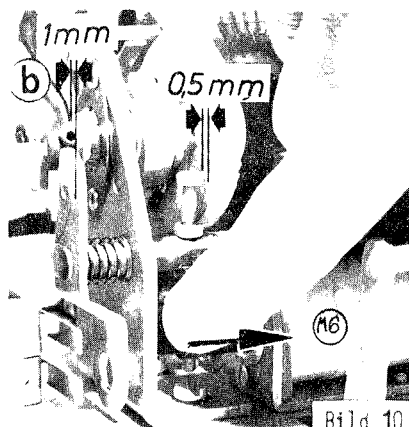

Bild 10
Der Ankerweg des A-Seiten-Magneten M6 (Bild 10) muß so sein, daß zwischen dem Kopf der A-Seiten-Stoppschraube und dem Kegelrad etwa 0,5 mm Luft bleibt. Zur Einstellung die Kontermutter des Magnetkerns lösen, den Anker eindrücken und den Kern entsprechend verstellen.
A-side Solenoid M6: (Bild 10) Adjust stopper core (lock nut, 10 mm spanner) to have a gap of about 0,5 mm between head of stop screw and the back of the bevel wheel when the armature is fully pushed in.
L'armature de l'électroaimant de la face A, M6 (fig. 10) est à régler tel que le jeu entre le goujon d'entraînement et la pince mobile soit de 0,5 mm. Pour cela, dévisser le contre-écrou (clé de 10), enfoncer l'armature et régler le noyau.
3. bei eingedrücktem Anker bei -b-, Bild 10, etwa 1 mm Luft zwischen Stufenwinkel und Steuerscheibe ist, aber andererseits
c) a gap of about 1mm at -b- of Bild 10, between driver bracket and cam, if the M6 armature is fully pushed in, but still leaving
3) Qu'il y ait un jeu de 1 mm' en -b- fig.10 entre le levier et le disque de commande en appuyant sur le levier.